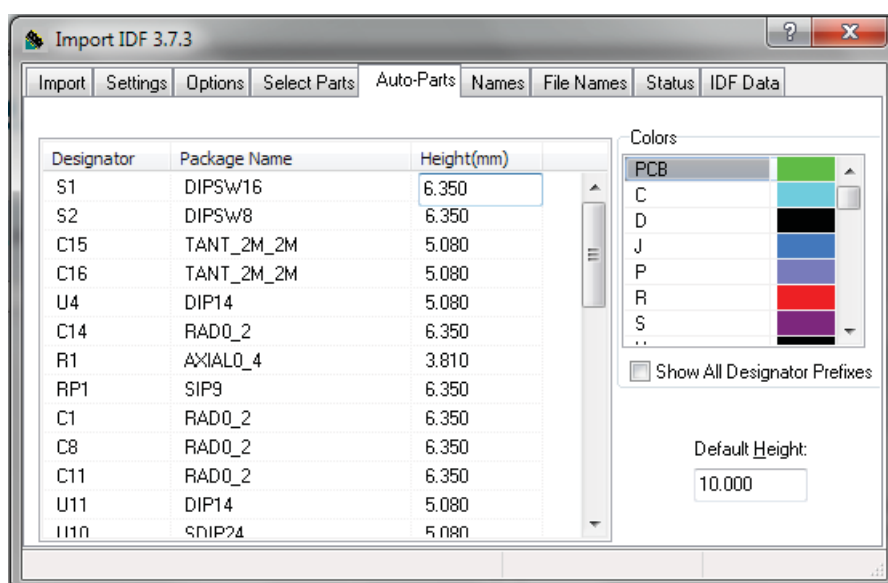

Рис. 2.11.10. Закладка **Auto Parts** (**Автоматически создаваемые компоненты**) окна импорта сборки в формате IDF
- На закладке **Auto Parts** (**Автоматически создаваемые компоненты**, рис. 2.11.10) можно задать высоту (**Height**) и выбрать цвет (**Colours**) граней для автоматически создаваемых компонентов.